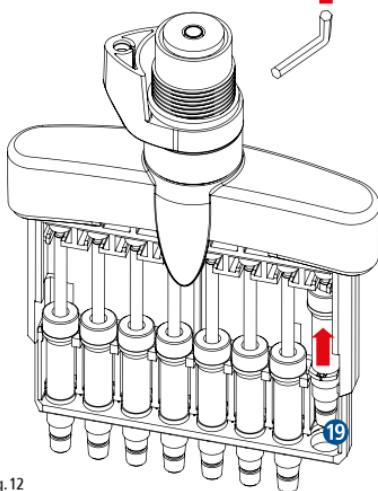
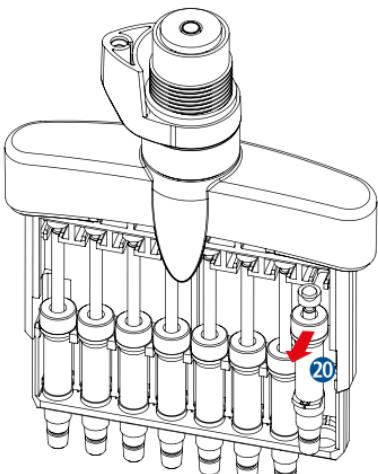

Fig.12
Fig.13
- El cilindro del émbolo **19** se empuja hacia arriba (Fig. 12), la unidad del émbolo completa **20** se puede quitar hacia adelante (Fig. 13) y limpiar exteriormente con una solución desinfectante. Lubrique el émbolo de nuevo con grasa de émbolo STARLAB original (véase también 8 Información de pedido).